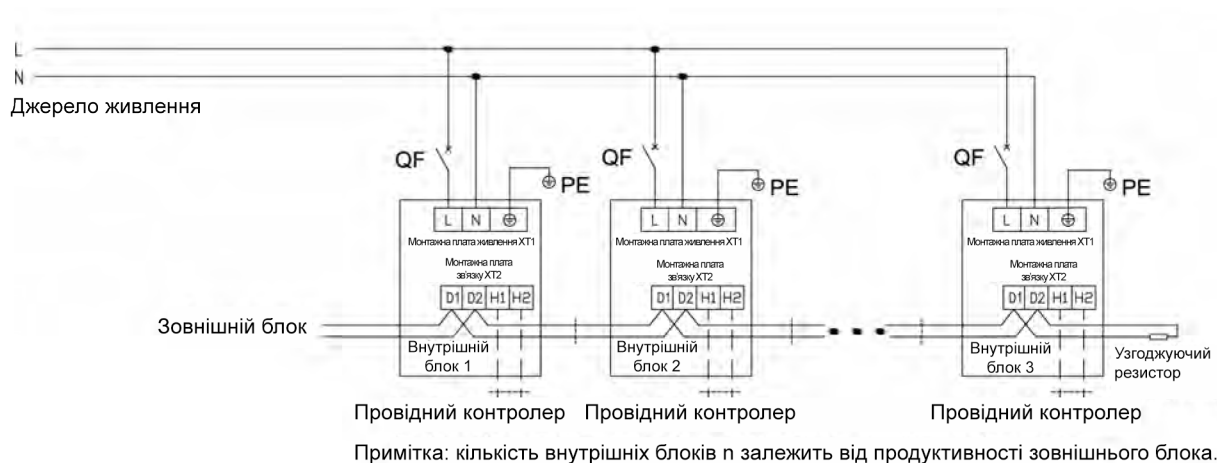

Рис. 5.1.2
(2) Під'єднання багатожильного кабелю (як показано на Рис. 5.1.2).